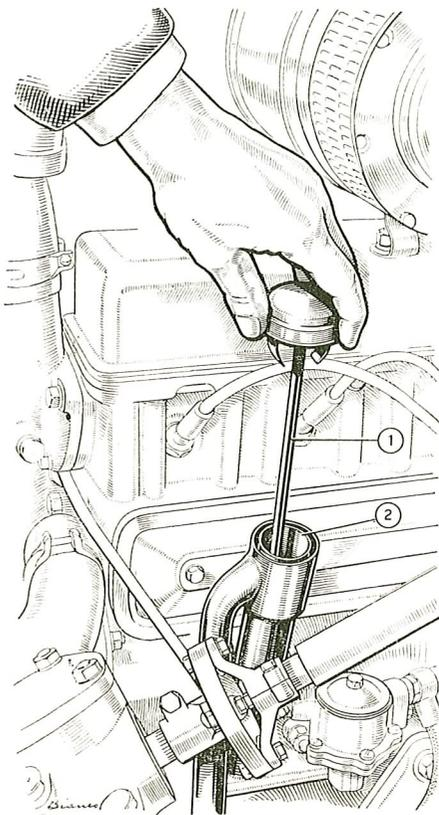

Fig. 25. — Introduzione dell'olio nella coppa.
1. — **Motore:** Aggiungere olio fino al livello « Max. » (fig. 25). Per le qualità dell'olio a seconda della stagione, vedere a pag. 53.